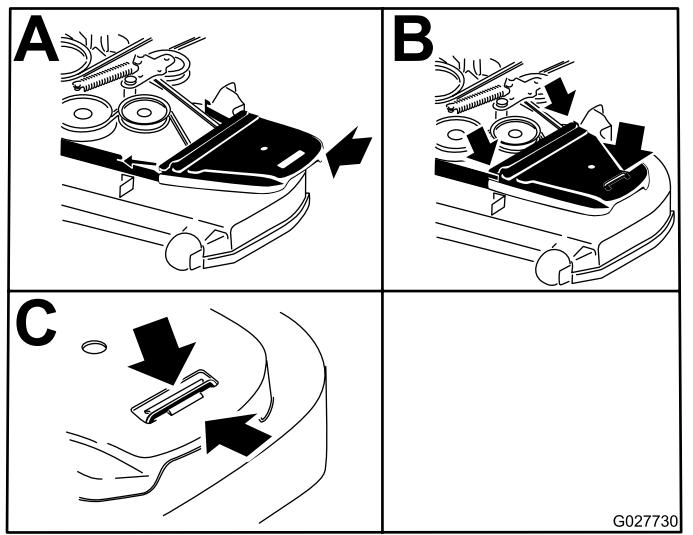

Figura 62
10. Instale as coberturas da correia e aperte os parafusos (Figura 62).